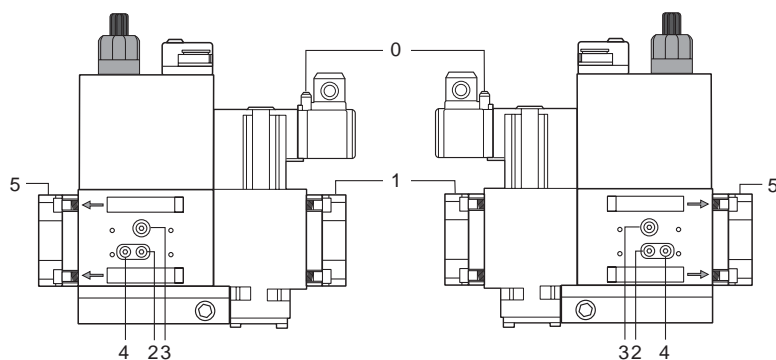

Рис. 30
- Почистите и проверьте патрон газового фильтра, в случае необходимости замените его (Рис. 30).